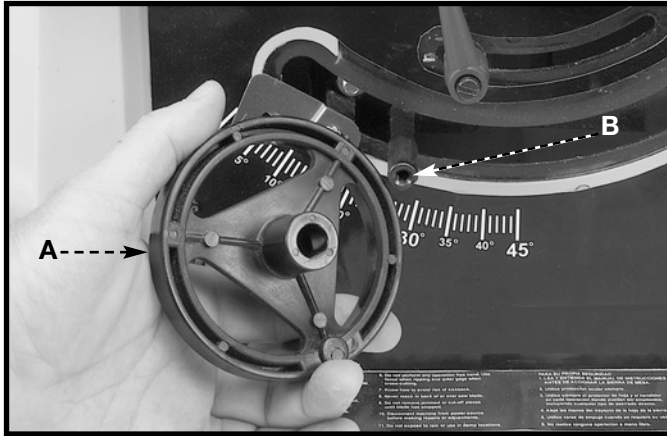

Fig. 6
2. Ensamble el volante de mano (A) Fig. 6 al eje (B), asegurando que el plano en el lado interior del volante de mano se alinee con el plano del eje.